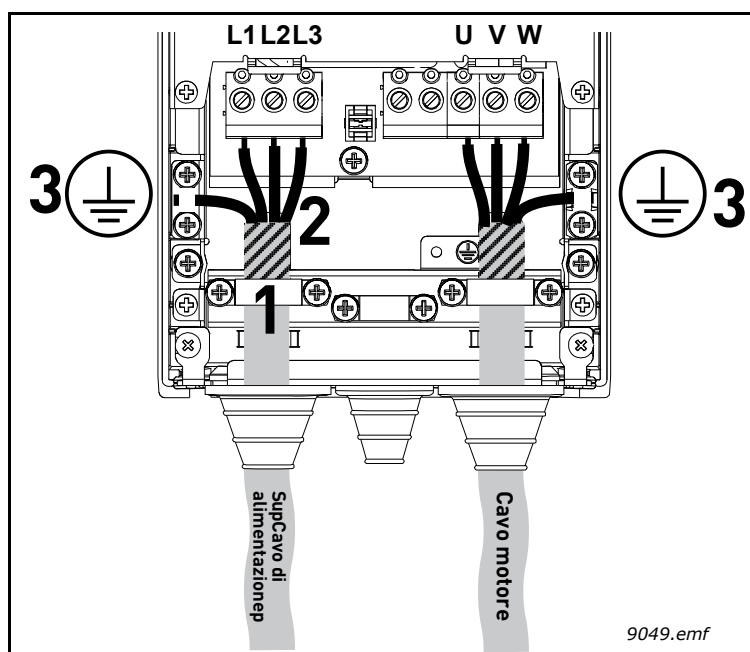

Figura 29.
Collegare i cavi spellati (vedere la Tabella 22 e la Tabella 19) come illustrato nella Figura 29.
- Liberare la schermatura dei tre cavi in modo da poter effettuare una connessione a 360 gradi con il pressacavo (1).
- Collegare i conduttori (di fase) dei cavi motore, alimentazione e frenatura ai rispettivi morsetti (2).
- Utilizzare la restante porzione di schermatura dei tre cavi per formare dei "pigtaills" e fare un collegamento a terra utilizzando un pressacavo come illustrato nella Figura 29 (3).